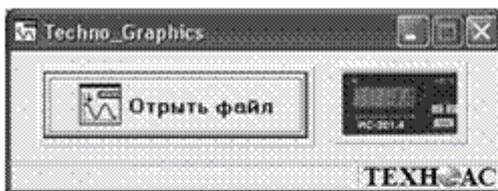

Рис.16
8.1 Запустить программу «TechnoGraphics» (TG). Открыть файл «TechnoGraphic.exe». После чего появится диалоговое окно (рис. 16)